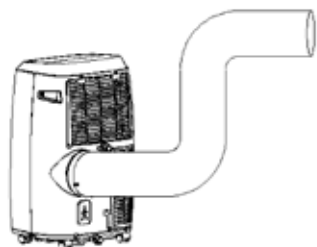

Fig. 6
- 3) Som vist i Fig. 6, koble avløpsslangen godt (kun for bruk av varmemodell).